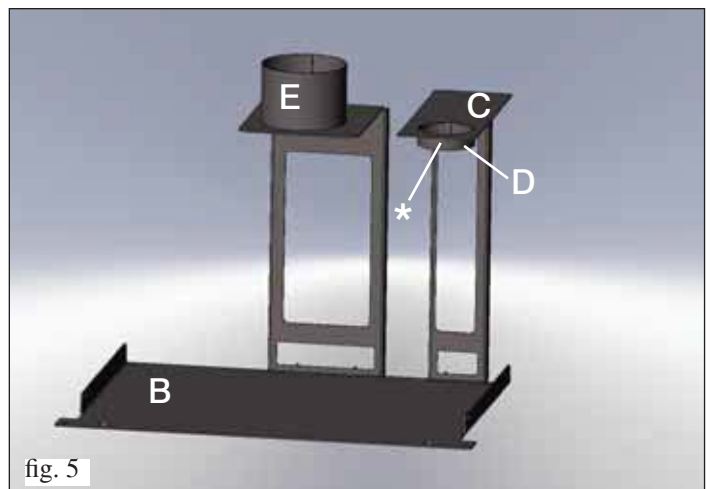

fig. 5
- Den Schlauch auf das erforderliche Maß kürzen, das Endstück des Schlauchs auf die Schelle des Zentrierbügels aufstecken (E Abb. 3 nebenstehend und Abb. 5 auf S. 87) und mit den mitgelieferten Rohrschellen befestigen.
Das Einbauerleichterungs-Kit wie in Abb. 5 gezeigt montieren.
• Das Rauchabzugsrohr auf die Bügelschelle (**C**) aufstecken. Das Rohr zu diesem Zweck auf die entsprechende Schraube setzen (\*) (Abb. 5).
• Das Pellet-Befüllungsrohr auf die Bügelschelle (**E** Abb. 5 nebenstehend und Abb. 3 auf S. 85) aufstecken und mit der mitgelieferten Rohrschelle befestigen.